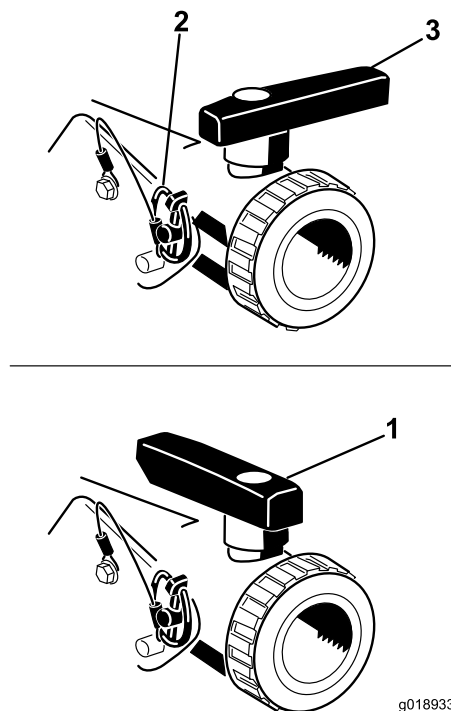

Figure 23
Ouvrez le robinet pour vidanger tout produit restant dans la cuve et éliminez le produit en conformité avec la réglementation locale et les instructions du fabricant du produit (Figure 23). Une fois la vidange terminée, enlevez du support la goupille à anneau qui fixe le robinet de vidange à la machine et laissez le robinet reposer sur le sol. Cela permet au liquide encore présent dans la canalisation d'être vidangé.
3. Lorsque la cuve est complètement vide, fixez le robinet au châssis avec la goupille à anneau enlevée précédemment et fermez le robinet de vidange (Figure 23).